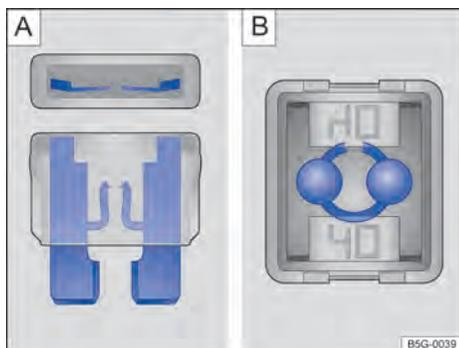

Fig. 139 Fusível queimado: **A**) fusível plano, **B**) fusível de bloqueio.
- Um *fusível plano* (ATO®, MINI®) queimado é reconhecido de cima ou de lado pela carcaça transparente nas faixas metálicas derretidas → Fig. 139 **A**).
- Um *fusível de bloqueio* (JCASE®) queimado é reconhecido pelas faixas metálicas derretidas por cima da carcaça transparente → Fig. 139 **B**).